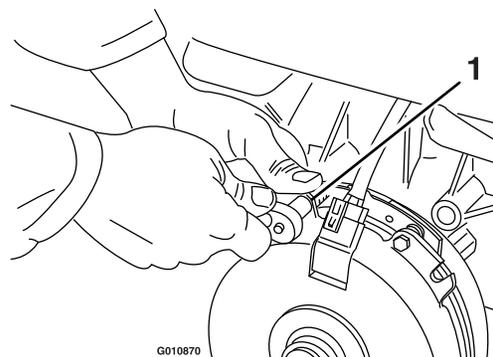

Рисунок 64
- A. Ослабьте оба монтажных болта тормоза на  $\frac{1}{2}$  – 1 полный оборот, как показано на Рисунок 64.